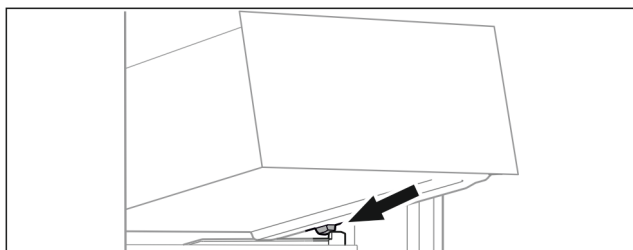

Fig. 82
- ▶ Nasadíte zásuvku šikmo za zádržkami na rebro nádoby. (pozri Fig. 82)